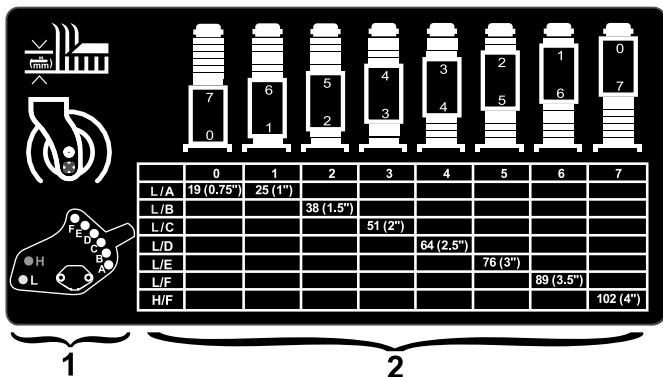

**Figura 20**
3. Per regolare la posizione della piastra di regolazione dell'altezza di taglio, rimuovete i dadi e i bulloni che fissano la piastra (Figura 20).